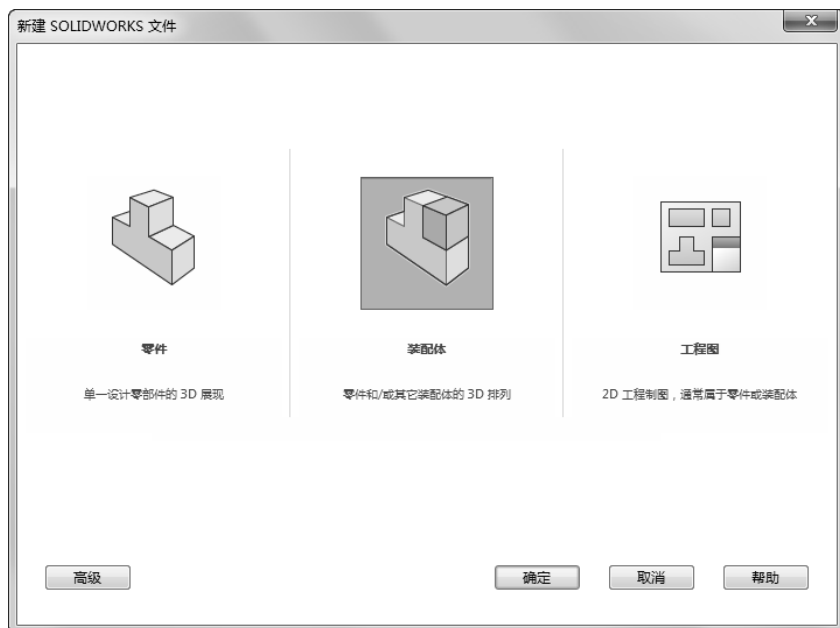

图 11-1 “新建 SOLIDWORKS 文件”对话框
- 1) 选择菜单栏中的“文件”→“新建”命令,弹出“新建 SOLIDWORKS 文件”对话框,如图 11-1 所示。